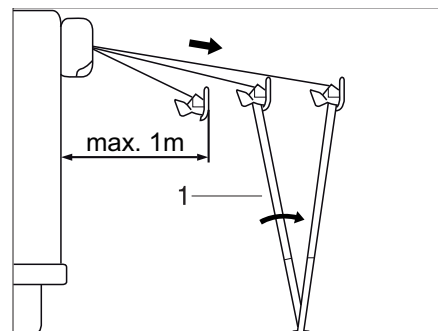

Bild 40 Markise aufstellen
- Stützfüße (Bild 40,1) ausklappen und auf den Boden stellen.